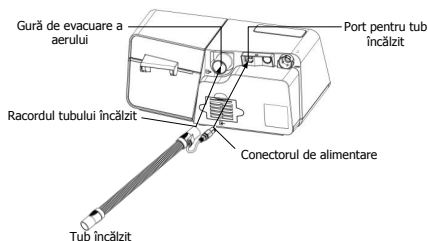

Fig. 12-6
(2) Conectați racordul tubului încălzit la gura de evacuare a aerului, apoi introduceți conectorul de alimentare în portul tubului încălzit din partea din spate a dispozitivului, așa cum se arată în Fig. 12-6.